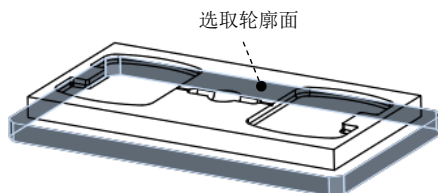

图 10.4.25 所选取的轮廓面
Step4. 在“轮廓铣削”操控板中单击 **参考** 按钮，在弹出的“参考”设置界面中 **类型** 下拉列表中选择 **曲面** 选项，选取图 10.4.25 所示的轮廓面（参考模型的底部侧面）。